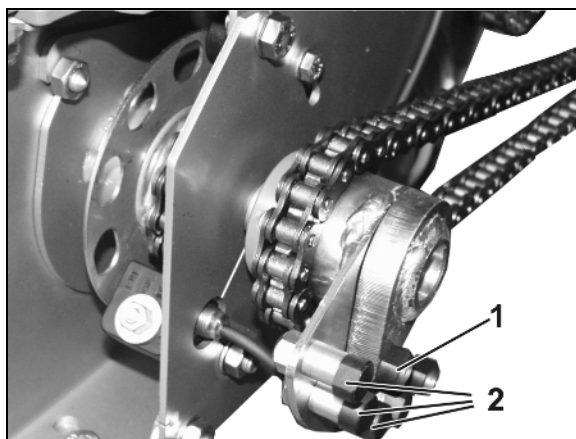

Fig. 113
Kommt es zum Blockieren der Dosierwalze durch Fremdkörper im Dosierer, schert eine Kunststoffschraube (Fig. 113/1) ab und der Antrieb wird zur Vermeidung von Schäden unterbrochen.
3. Ersatzschraube (Fig. 113/2) aus der Halterung nehmen.